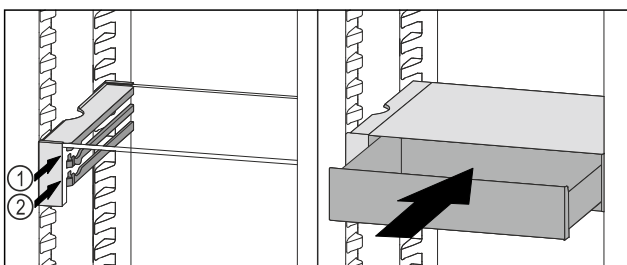

Fig. 140
- ▶ VarioSafe-lade achter de stoppers op de gewenste rib Fig. 140 (1) of Fig. 140 (2) plaatsen.